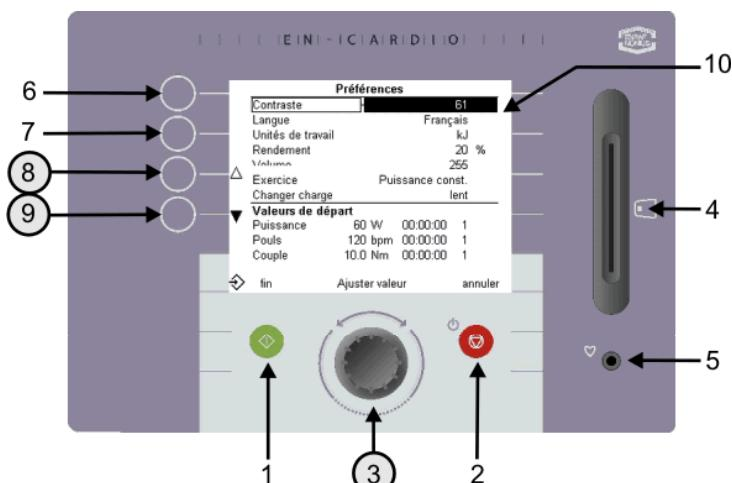

Fig. 14 Ecran de réglages après nouvelles préférences
Les réglages de l'usine sont les suivants (voir Fig. 14):
2. Quand les boutons sont off, pressez simultanément sur les boutons 6 et 9. Le menu préférences apparaît. (Fig. 14)
3. Dans ce menu vous pouvez changer plusieurs réglages en utilisant les boutons 8 et 9. Les valeurs peuvent être ajustées avec le bouton rotatif (3).